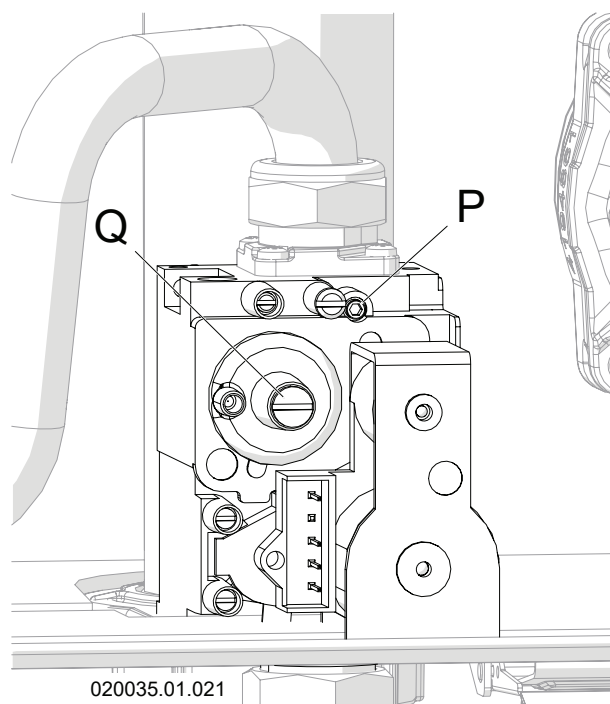

Figura 6-10 - Valvola del gas
- Ruotare in senso orario la vite "P" (Figura 6-10) per diminuire il tenore di CO₂;
- Ruotare in senso antiorario la vite "P" (Figura 6-10) per aumentare il tenore di CO₂;
- 11.-una volta terminato il controllo sigillare con vernice rossa o sistema equivalente la vite "P" (Figura 6-10);
- Ruotare in senso antiorario la vite "Q" (Figura 6-10) per diminuire il tenore di CO₂;
- Ruotare in senso orario la vite "Q" (Figura 6-10) per aumentare il tenore di CO₂;
- 18.-una volta terminato il controllo, sigillare con vernice rossa o sistema equivalente la vite "Q" (Figura 6-10);